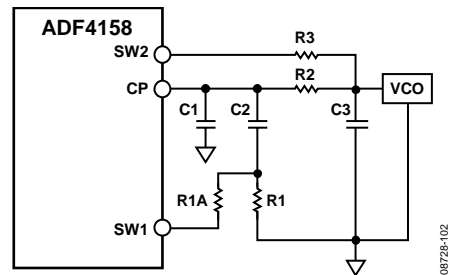

图46. 快速锁定环路滤波器拓扑—拓扑2
- 直接从SW1连一个额外电阻(R1A)，如图46所示。选择额外电阻时必须确保额外电阻与阻尼电阻(R1)的并联结果应为R1初始值的1/4。